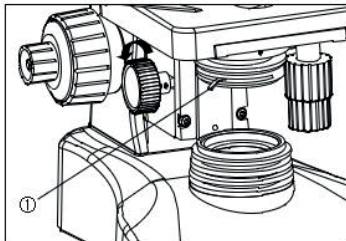

Fig.20
3.3.4 Réglage du condenseur (Fig.20)
3.3.5 Aperture Réglage du diaphragme (Fig.20,21)